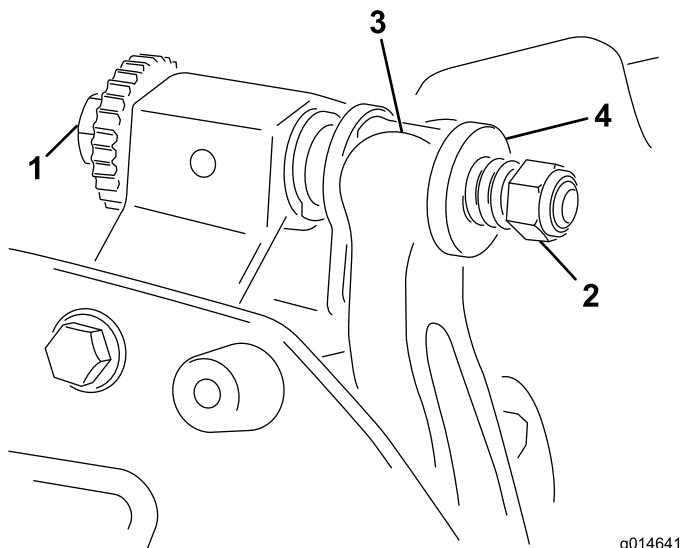

图13
1. 逆时针旋转底刀架调节螺丝将底刀后撤离滚刀 图13。
2. 退出弹簧加压螺母直到垫圈不再对底刀架 图13 施压。
1. 安装底刀架将安装吊耳固定在垫圈与底刀架调节螺丝之间图13。